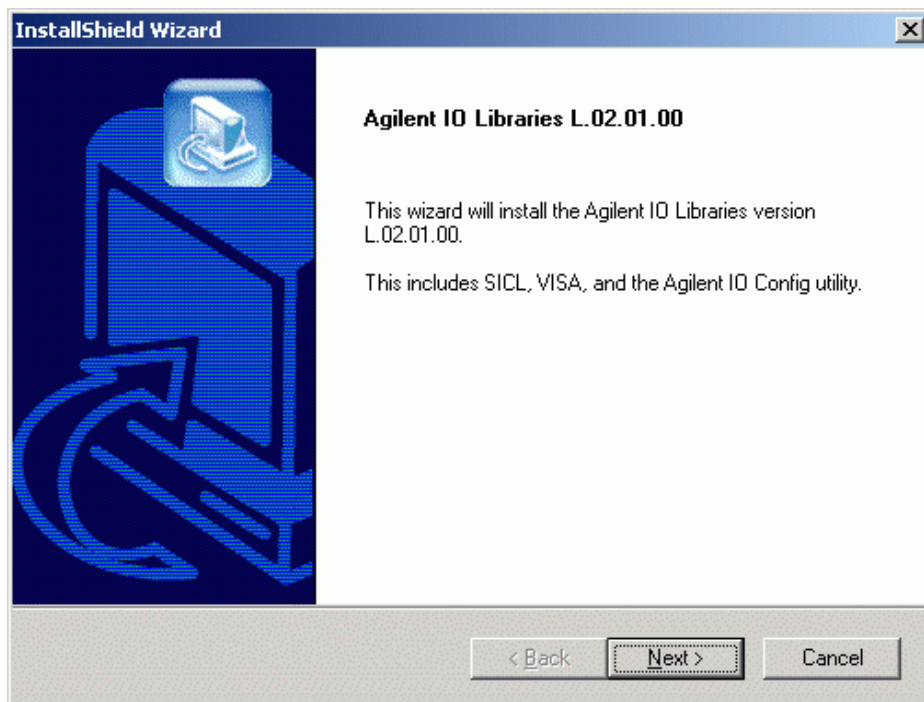

Figura 20 Finestra di installazione delle biblioteche IO
- 2 Appena viene visualizzata la finestra con il titolo (vedere la Figura 20), fare clic su **Next (Avanti)** per passare alla finestra License Agreement (Contratto di licenza), quindi fare clic su **Yes** per accettare i termini della licenza e visualizzare le informazioni del file Readme (LeggiMi).